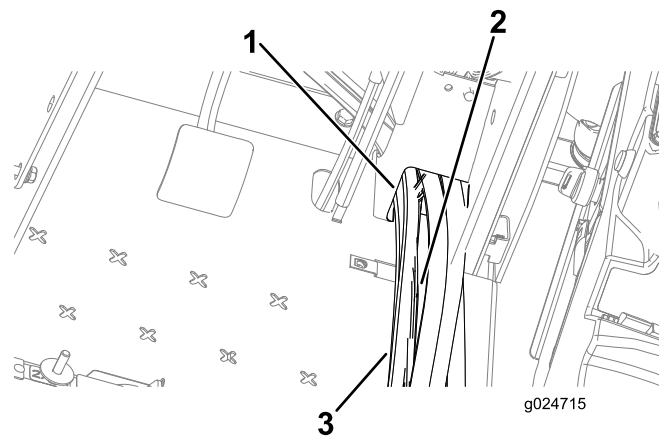

Figure 32
1. Acheminez le faisceau de câblage le long des flexibles dans l'ouverture du plancher (Figure 32).